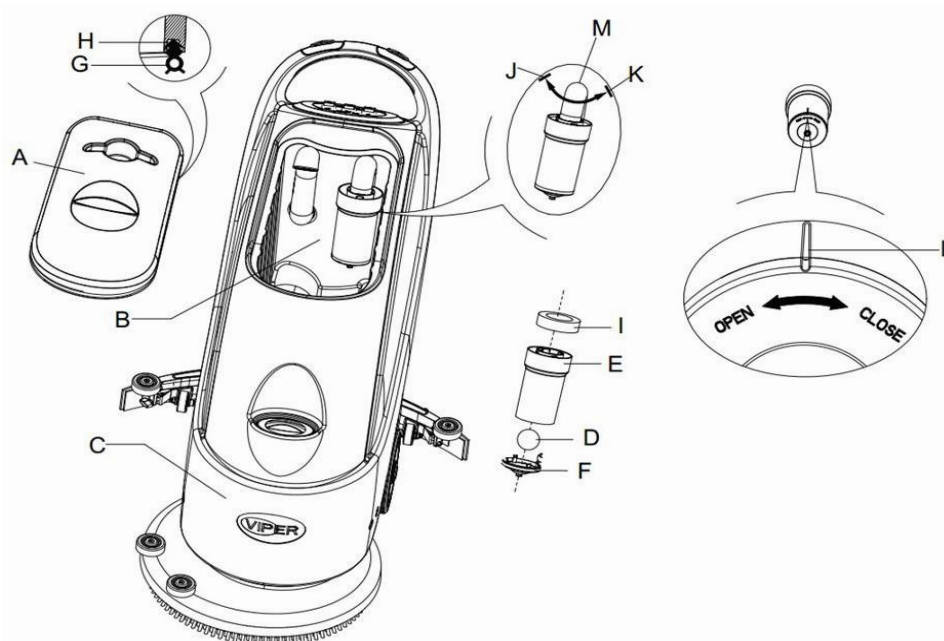

Figura 16
2. Presione el interruptor de encendido (41) en posición "O" para apagar la máquina.
3. Abra la tapa del tanque de recuperación (A, **Figura 16**) y retire el dispositivo del flotador (36) del tanque de recuperación.
4. Use agua fresca para lavar la tapa del tanque de recuperación (A), el tanque (B y C), y el bastidor del filtro del flotador (E). A través del Tubo de Recuperación (15), vacíe toda agua del tanque.
5. Si hace falta, siga los símbolos "Abierto" y "Cerrado" como se indica en la **Figura 16**, abra la tapa inferior (F) del filtro del flotador y limpie el flotador (D), su filtro, el bastidor (E), y la esponja del filtro. Después de limpiar, fije el flotador sobre el bastidor del filtro (E), luego alinee la ranura marcada (L) de la tapa inferior (F) del filtro del flotador con la ranura marcada (L) del bastidor del filtro (E). Apriete la tapa inferior (F) del filtro del flotador y fije la esponja del filtro (I) sobre el bastidor (E), y luego sobre la manguera de aspiración (M).
6. Compruebe la integridad del anillo de sellado (G) de la tapa del tanque de agua.
Si es necesario, la tira de sellado del tanque de agua (G) se puede sacar de la ranura (H) y ser reemplazada. A la hora de ensamblar una nueva tira de sellado del tanque de agua, como indica la Figura 16 más abajo, instale el conector en la sección central de la parte posterior.
7. Compruebe si la superficie de recepción de la tira de sellado (G) está intacto y sella adecuadamente.
8. Cierre la tapa del tanque de recuperación (A).